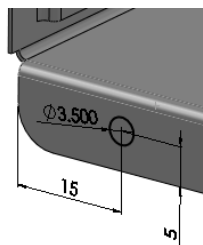

图 10-235 生成另一个简单直孔
36) 生成另一个简单直孔。重复上述的操作,在同一个表面上生成另一个简单直孔,直孔的位置如图 10-235 所示。